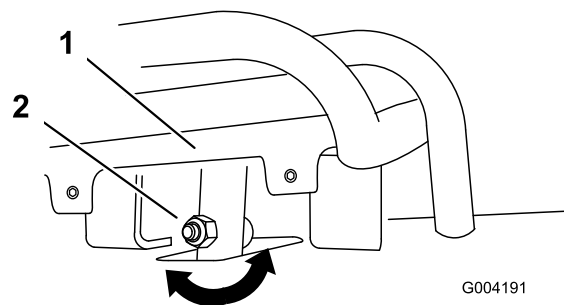
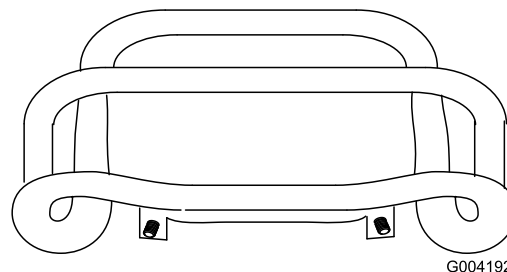

Рисунок 54
Рисунок 55
4. Если передняя часть органа управления тягой не встает параллельно контрольной штанге и вровень с ней, ослабьте фланцевую гайку и болт в хвостовике органа управления тягой (Рисунок 54).
5. Отрегулируйте орган управления тягой таким образом, чтобы при перемещении прямо назад он находился на одном уровне с контрольной штангой (Рисунок 54 и Рисунок 55).